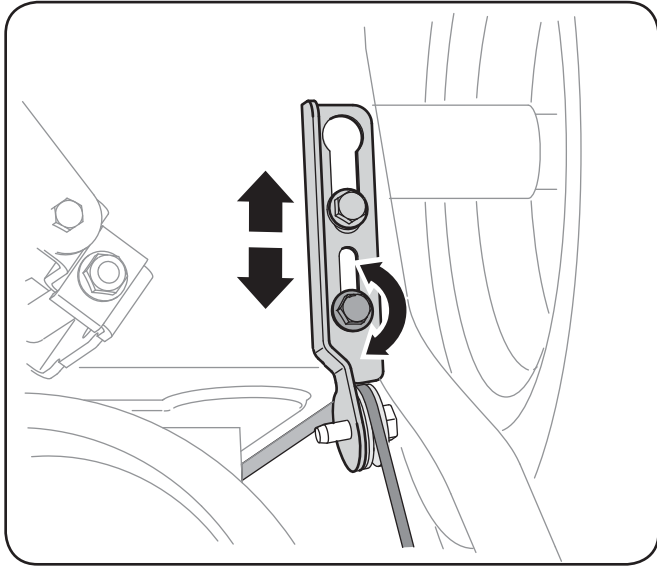

Figure 3-13
8. Redressez le support vers le haut pour obtenir plus de jeu (ou vers le bas pour augmenter la tension). Voir la Figure 3-13.
1. Ajustez les patins en desserrant les quatre contre-écrous à embase (deux de chaque côté) et les boulons ordinaires. Placez les patins à la position voulue. Voir la Figure 3-13.